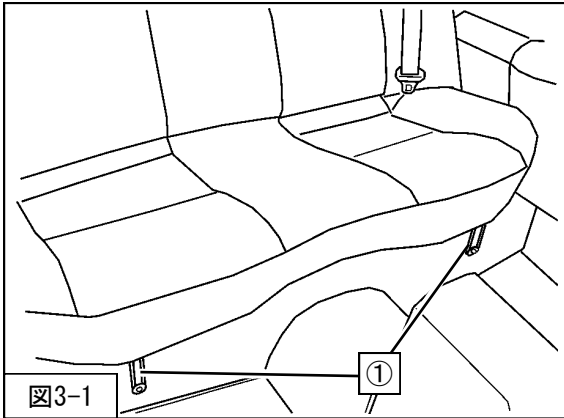

図3-1
1. ①リアシートクッション取付ボルトを取外し、リアシートクッションを取外してください。(図3-1)